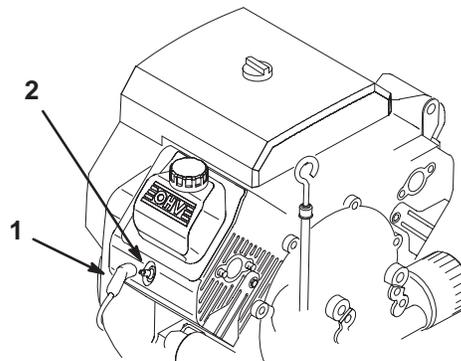

Bild 30
- Ziehen Sie die Kerzenstecker (Bild 30).
4. Stecken Sie die Zündkerzenstecker wieder auf die Zündkerzen auf (Bild 30).